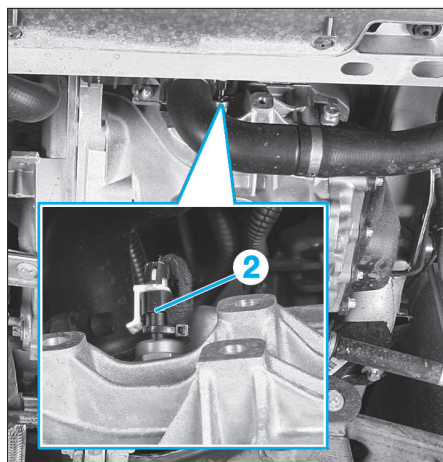

Fig. 2
- Pour le remplissage, déposer le contacteur de feux de recul (2) de la boîte de vitesses (Fig.2).